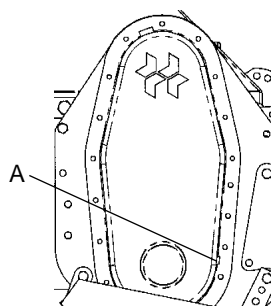

Fig. 2
1. Il Coperchio laterale sia riempito fino al livello (A). (fig.2) Capacità 1 l con olio SAE 90